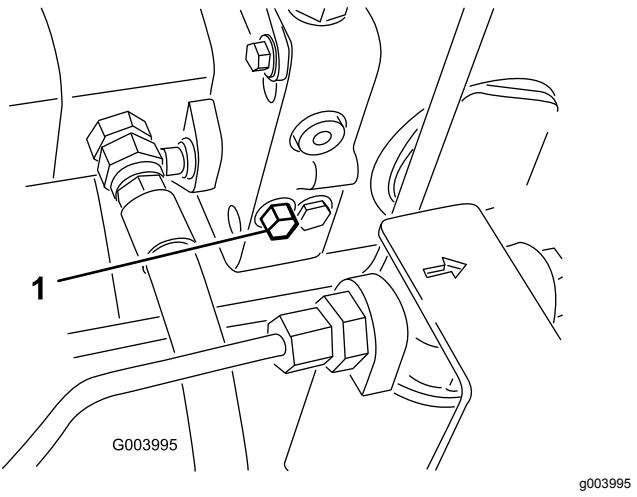

Bild 55
- Drehen Sie die Schraube des Sicherheitsventils um eine 1-1/2 Umdrehungen, um das Ventil zu öffnen und Öl intern abzulenken (Bild 55).